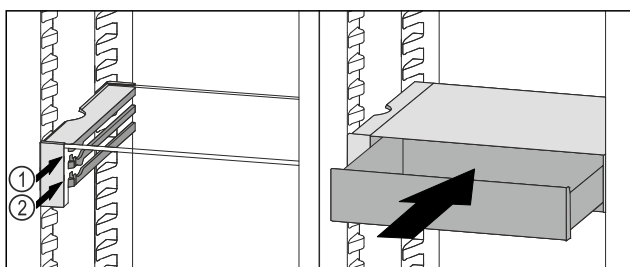

Fig. 157
- Stavite ladicu VarioSafe ukoso iza zaustavljača na željeni žlijeb Fig. 157 (1) ili Fig. 157 (2).